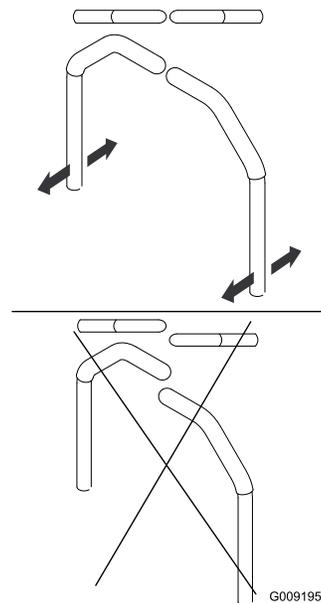

Figura 95
4. Alinee las palancas en el sentido adelante/atrás acercándolas a la posición de PUNTO MUERTO, y moviéndolas hasta que estén alineadas; luego apriete los pernos (Figura 95).